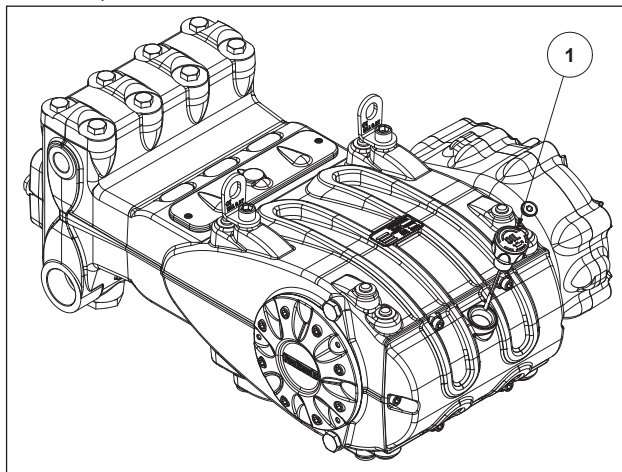

Рис. 8
5. Масло в картере насоса находится на нужном уровне при проверке с помощью специального щупа (поз. ①, Рис. 8).